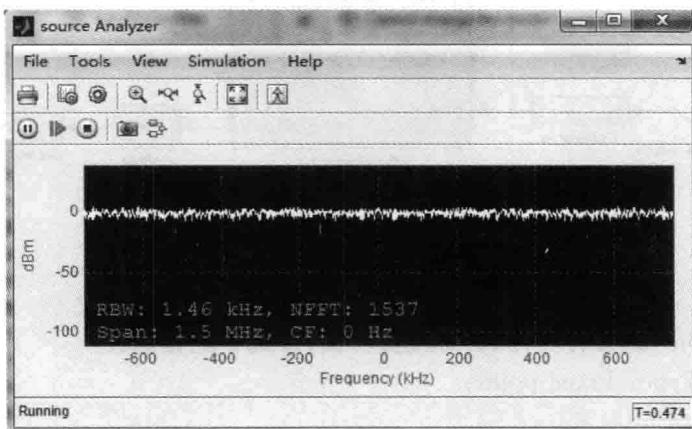
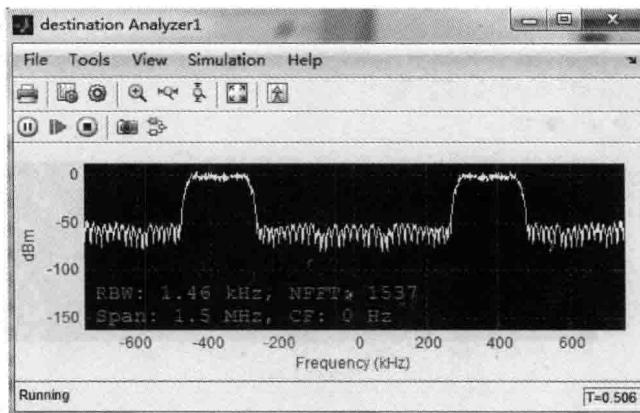

图 6.50 Random Number 信号
图 6.51 Random Number 信号通过滤波器后的信号
(6) 如图 6.50 和图 6.51 所示,给出源信号和通过滤波器后输出信号的频谱图,验证在 FIR 滤波器通带外的信号被衰减;
(7) 单击设计界面内的按钮,停止仿真过程;